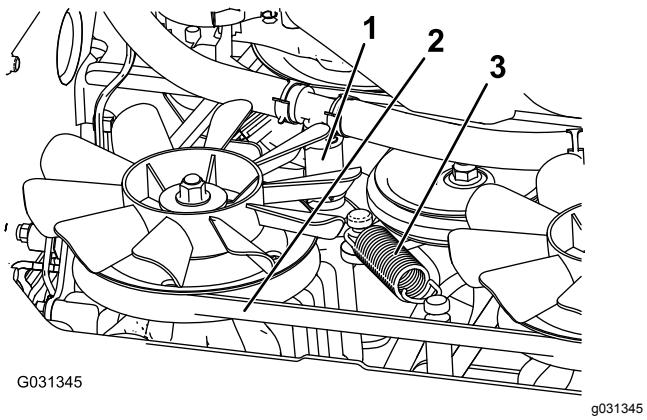

Bild 68
- Entfernen Sie den unteren Hydraulikschlauch (Bild 68).
6. Entfernen Sie die Spannfeder (Bild 68).
7. Nehmen Sie den Mähwerkriemen von der Kupplung und dem Kupplungsanschlag ab (Bild 68).